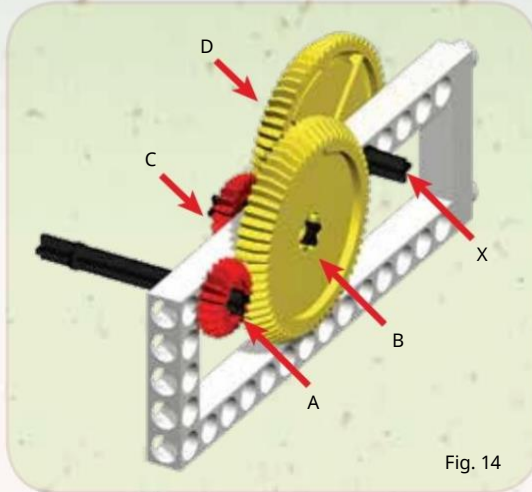

Fig. 14
1. Utilizați două angrenaje 20T, două angrenaje 60T, două osii mici și o axă medie pentru a asambla structura din Fig. 14.